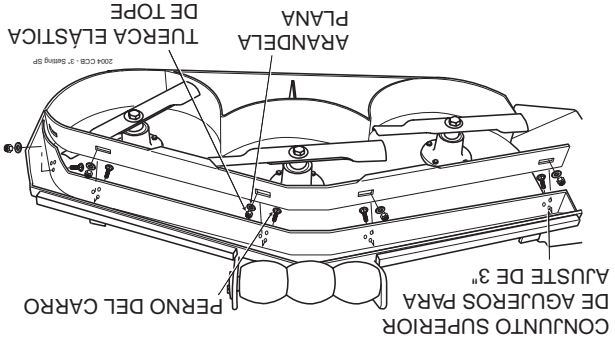

Figura 9. Posición del deflector de corte personalizado de 3"
A. Posición 3" - el deflector se instala usando el conjunto superior de agujeros en el deflector frontal soldado dentro de la plataforma de corte. (Vea la Figura 9). Las plataformas de corte Velocity-Plus y Advantage entregarán la mejor calidad de corte en césped muy alto, tieso y difícil de cortar.